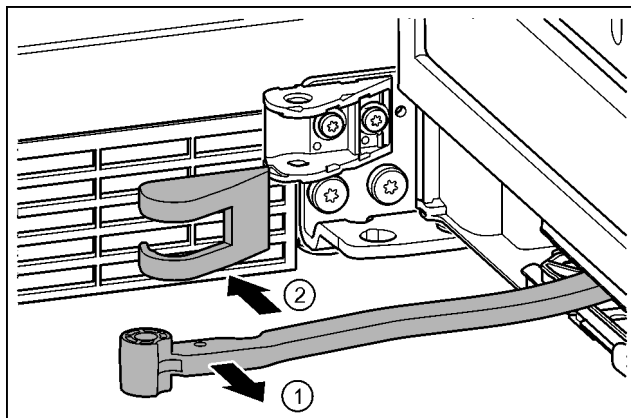

Fig. 20
- ▶ Zgibni del zavrtite v smeri vrat. Fig. 20 (1)
- ▶ Odstranite pokrov ležajnega podstavka. Fig. 20 (2)